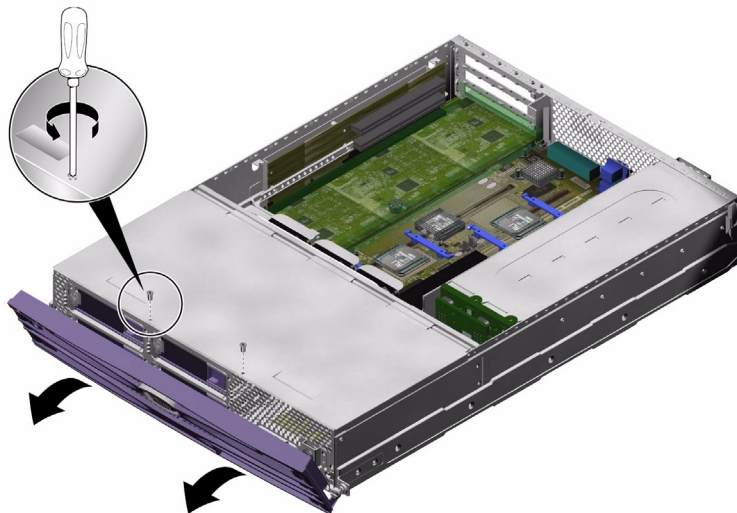

図 1-2 カバーの正面部分のねじの位置
2. カバーの正面部分をシャーシに固定しているねじを外します (図 1-2 を参照)。